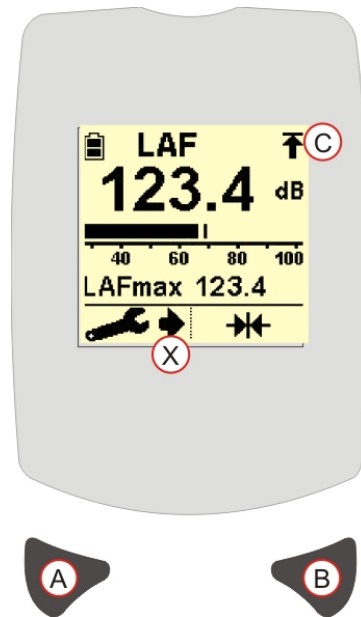

Figura 7 Ajustes do Aparelho
1. Os Ajustes do aparelho podem ser alterados através do ecrã de Medição (Ver Figura 7).
2. Premir e soltar o botão Esquerdo (A). Será mostrada uma Seta (X) ao lado do botão de Ajustes indicando que o Menu de Ajustes está activo. Ter em atenção que o símbolo de reiniciar (reset) ✖ será substituído pelos ajustes relevantes a serem alterados, como descrito abaixo.
3. Premir e soltar repetidamente o botão Esquerdo (A) para navegar através dos ecrãs de Ajustes. Ter em atenção que os ecrãs mostrados dependerão do modelo da série CEL-200 comprado.
4. Premir o botão Direito (B) para alterar cada ajuste como descrito nas secções A –G abaixo.
Deve-se ter o cuidado de seleccionar a faixa de medição correcta consoante as condições de ruído do ambiente em medição. Certificar-se que o nível de ruído em medição está dentro da faixa seleccionada. Se for mostrado o indicador de Superior à Faixa (), a faixa seleccionada está incorrecta. (Ver Figura 7[C]). Se o nível de ruído estiver abaixo da faixa de medição seleccionada, será mostrado ‘--.-dB’.